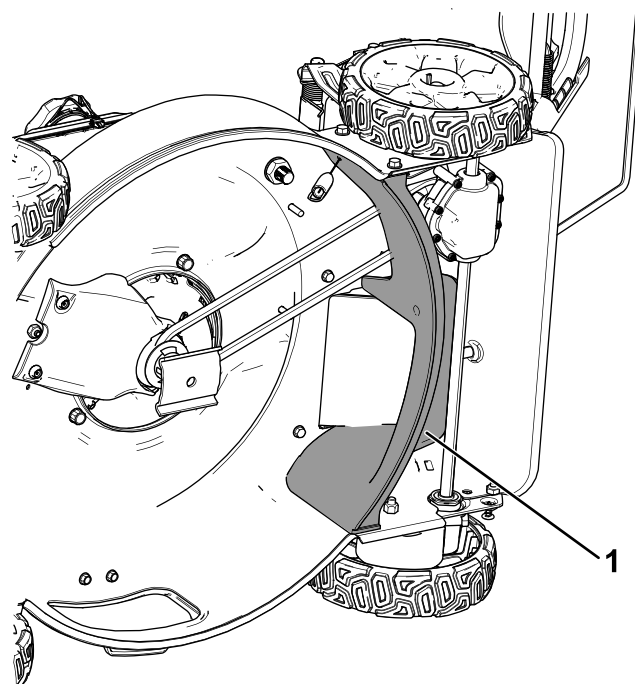

**Bild 10**
5. Ziehen Sie die fünf Schrauben an, mit denen das hintere Ablenkblech befestigt ist (Bild 10).